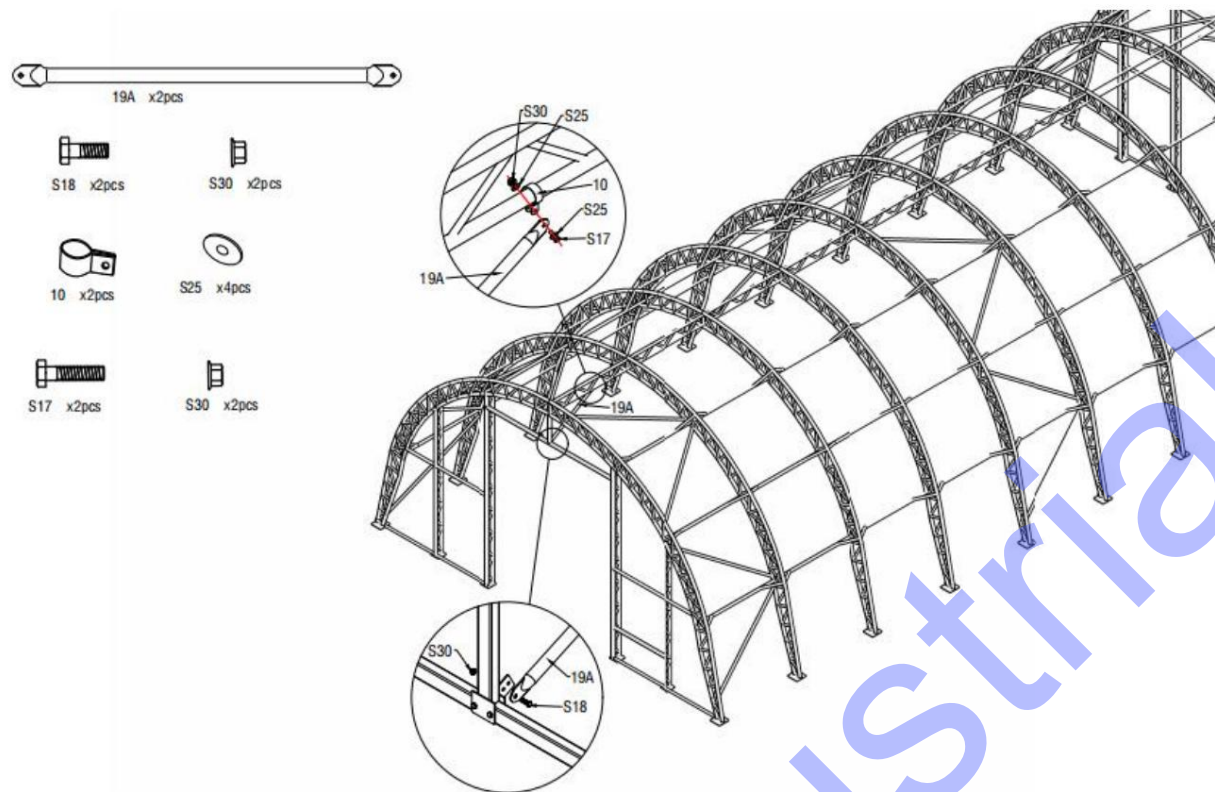

Figure 15
2. Fixez les clips (n° 10) sur les pannes à double ferme (n° 6) et installez le tube de support diagonal pour poutre de porte (n° 19A) sur les clips comme illustré à la figure 15. Veuillez connecter le tube de support diagonal pour poutre de porte (n° 19A) entre le cadre de porte et les pannes à double ferme (n° 6) à l'aide de vis M10x30 (n° S18) et M10x50 (n° S17) avec une rondelle plate M10 (n° S25).